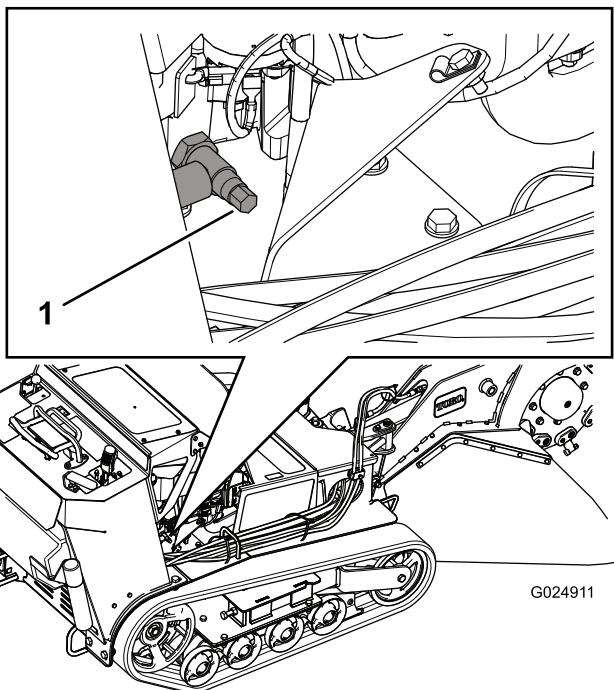
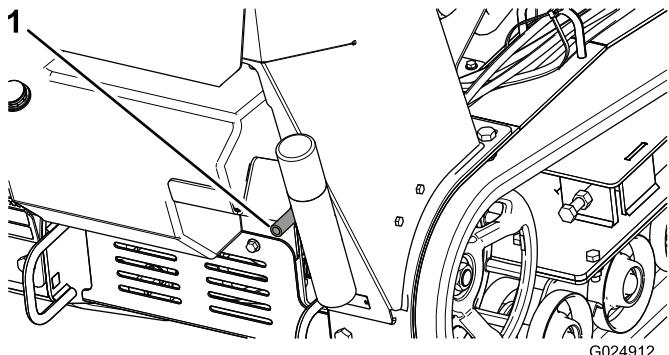

Figura 32
Figura 33
4. Coloque um recipiente debaixo do tubo de escoamento de óleo. Rode a válvula de drenagem de óleo para deixar o óleo drenar (Figura 32 e Figura 33).